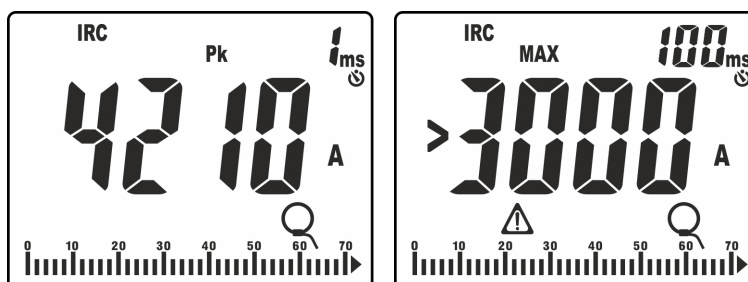

Fig. 42: Exemples d'affichages du courant de démarrage.
- Valeur de crête «Pk» calculée en **1ms** (voir Fig. 42, à gauche)
11. Si le courant mesuré est supérieur au fond d'échelle de la pince configuré, le message comme celui indiqué dans la Fig. 42, à droite (relative à fond d'échelle = 3000A) est affiché à l'écran.